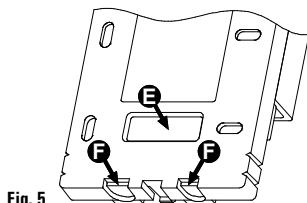

Fig. 5
**Ingresso cavi dal retro:** Rimuovere, con l'aiuto di un cacciavite, il tassello della base, come indicato dalla freccia in **E** di Fig. 5.
**Ingresso cavi dal bordo inferiore della base:** Rimuovere, con l'aiuto di un cacciavite, i tasselli della base, come indicato dalle frecce in **F** di Fig. 5.